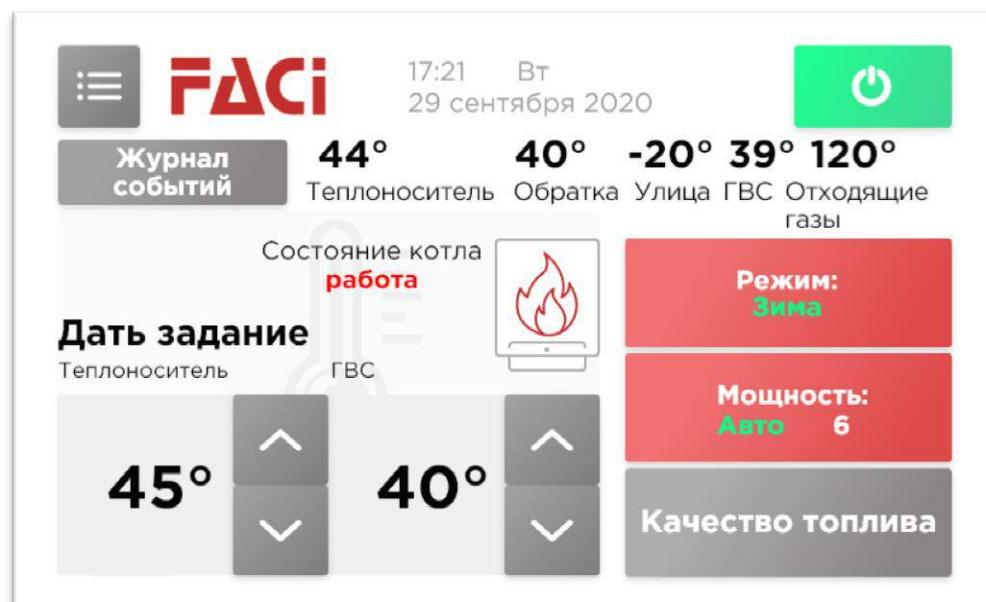

Рис. 33
- Иконка авария – активна при возникновении аварийной ситуации; на рис. 33 не показана;